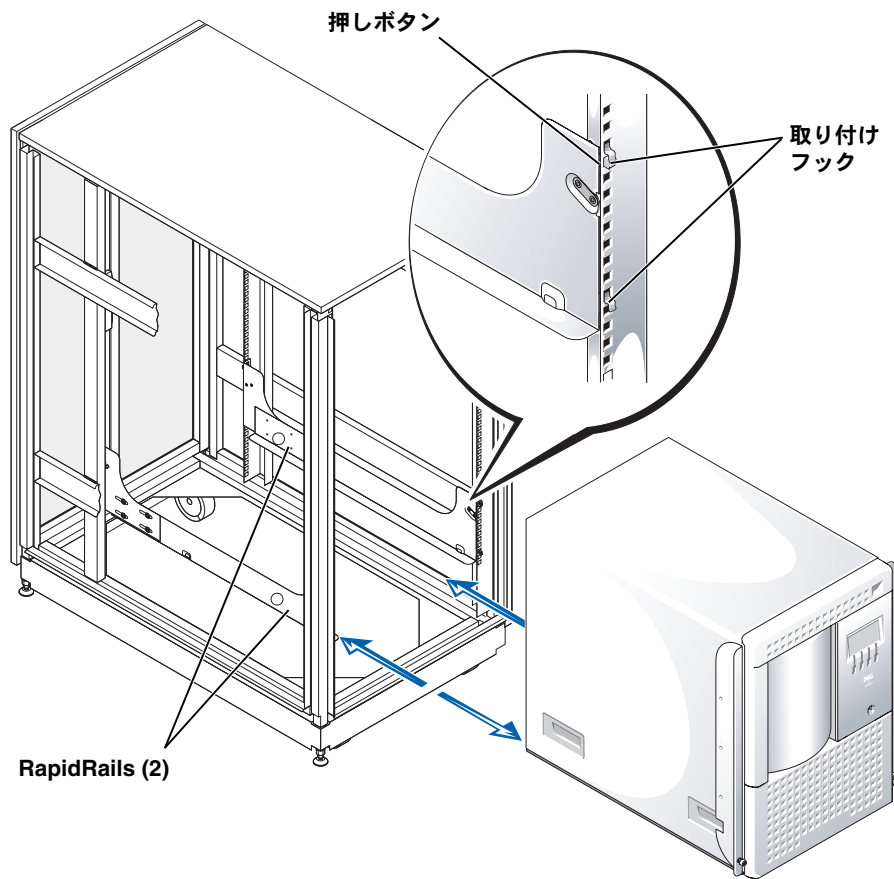

図 5-5. ラックへのシステムの取り付け
2. システムの後部を上げて傾け、RapidRailsの上に置きます（図5-5を参照してください）。